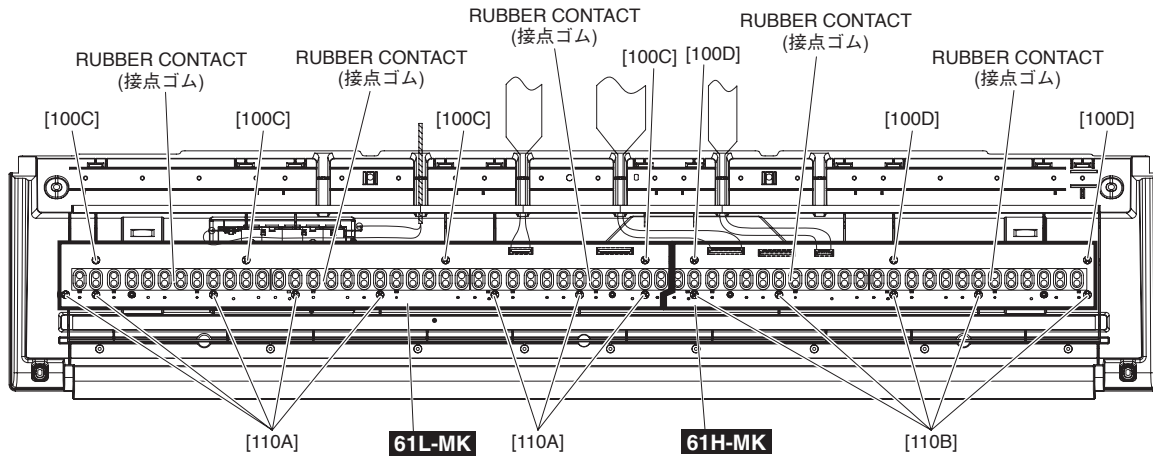

Fig.13(図13)
- 15-4-2 Remove the rubber contacts. (Photo 2, Fig.13)
- 15-4-2 それぞれの接点ゴムを外します。(写真 2、図 13)
15-5-2 Remove the four (4) screws marked [100C] and eight (8) screws marked [110A]. The circuit board 61L-MK can then be removed. (Fig.13)
15-6-2 Remove the three (3) screws marked [100D] and five (5) screws marked [110B]. The circuit board 61H-MK can then be removed. (Fig.13)
15-5-2 [100C] のネジ 4 本と [110A] のネジ 8 本を外して、シート 61L を外します。(図 13)
15-6-2 [100D] のネジ 3 本と [110B] のネジ 5 本を外して、シート 61H を外します。(図 13)